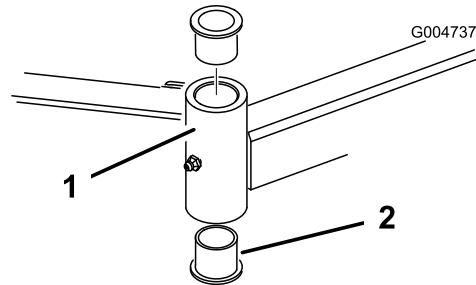

Figura 83
4. Inserite un punteruolo nella parte superiore o inferiore del tubo di fissaggio, e spingete la boccolla fuori del tubo (Figura 83). Estraete dal tubo anche l'altra boccolla. Pulite l'interno dei tubi di fissaggio.